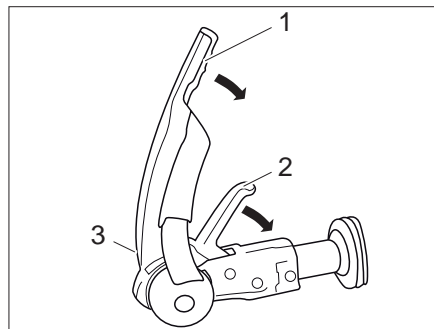

Bild 1 Sicherheitskupplung AKS 3004
- Stabilisierungshebel (Bild 1,1) bis zum Anschlag nach oben ziehen.
- Kupplungsgriff (Bild 1,2) nach oben ziehen.
- Zusätzlich den Kupplungsgriff (Bild 1,2) von Hand (nicht mit dem Fuß) nach unten drücken. Das Schließen und Sichern erfolgt automatisch.
- Sichtkontrolle durchführen: Der grüne Zylinder der Sicherheitsanzeige (Bild 1,3) muss sichtbar sein.
- Die Stabilisierungseinrichtung aktivieren. Dazu den Stabilisierungshebel (Bild 1,1) bis zum Anschlag nach unten drücken.